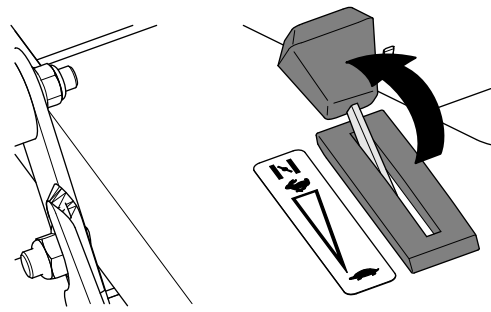

Figura 12
- Si el motor está frío, mueva el control del acelerador hacia adelante a la posición de ESTÁRTER (Figura 12).